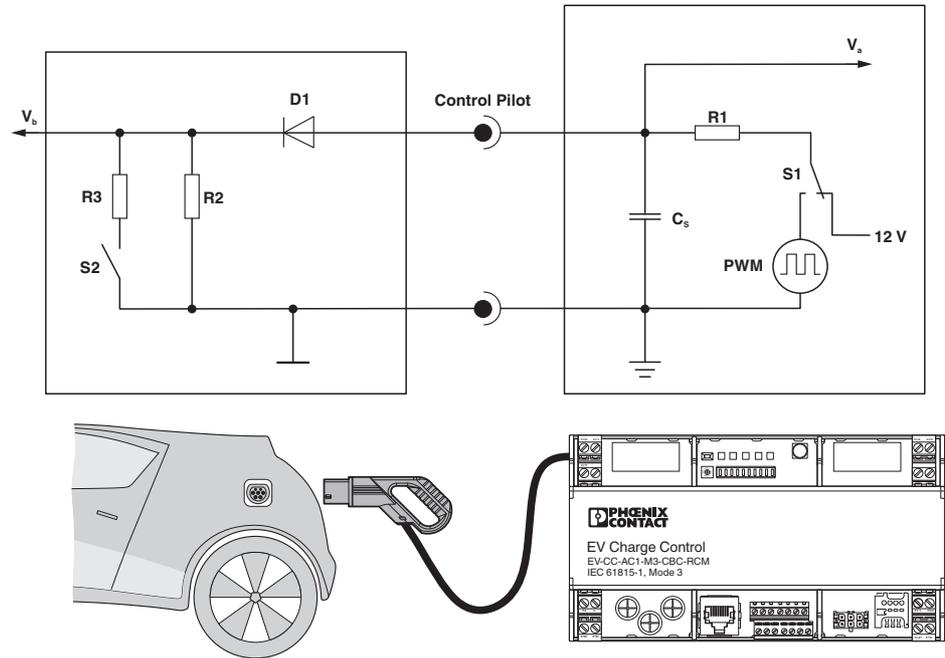

Bild 5-1 Control-Pilot-Signal
* Schalter S2 (siehe Bild 5-1 auf Seite 35)
Mit dem vereinfachten Ladeablauf wird der Zwischenstatus B übersprungen. Der Widerstandswert R_e entspricht der Parallelschaltung der Widerstände R_2 und R_3 (siehe Bild 5-1 „Control-Pilot-Signal“).